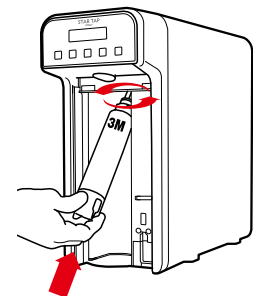

Fig. 3-29
29.36 - Inserire l'estremità superiore della cartuccia filtrante nella sede di aggancio, spingendola verso l'alto e ruotandola da sinistra verso destra fino a raggiungere il punto di blocco, vedi Fig. 3-29. Provare a tirare il filtro verso il basso per assicurarsi che sia perfettamente agganciato, nel caso si dovesse sfilare ripetere l'operazione descritta precedentemente.